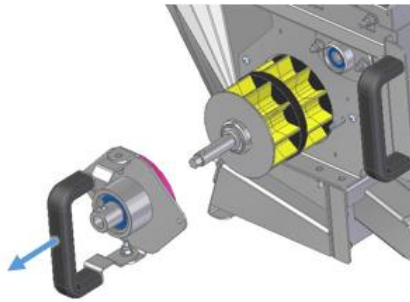

Abbildung 19
- Durch herausziehen des Splintes kann der Lagerflansch von der Säwelle abgenommen werden (siehe Abbildung 19).